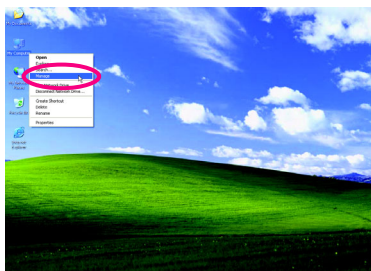
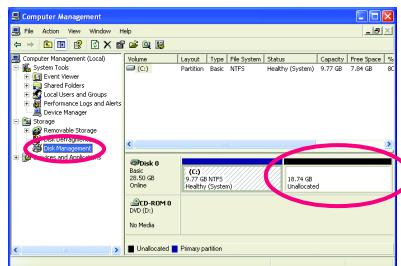

図 4
図 5
4. オペレーティングシステムのインストール後、デスクトップの **My Computer** アイコンを右クリックし、**Manage** を選択します (図 4)。**Computer Management** に移動して、ディスクの割り当てをチェックします。Xpress Recovery2 はバックアップファイルを割り当てられていないスペースに保存します (上の黒いストライプ) (図 5)。割り当てられていないスペースが不十分だと、Xpress Recovery2 はバックアップファイルを保存できません。